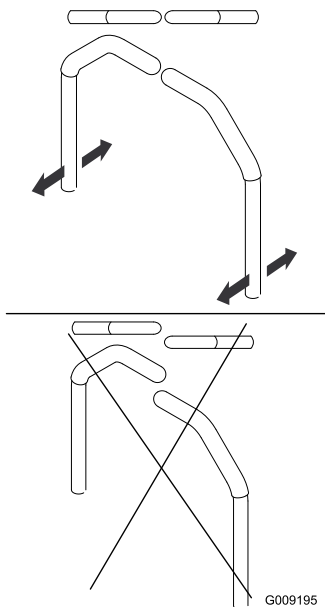

Bild 61
4. Richten Sie die Hebel in Längsrichtung aus. Bringen Sie die Hebel zuerst in der Neutral-Stellung zusammen und schieben Sie die Hebel dann so lange, bis sie ausgerichtet sind. Ziehen Sie dann die Schrauben an (Bild 61).